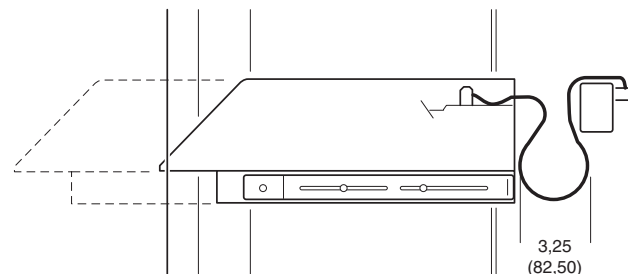

Рис. 3-5. Подключение кабеля
- В утопленном положении необходимо соблюсти достаточный зазор для петли кабеля — 3-1/4 дюймов (8,25 см), как показано на *рис. 3-5*